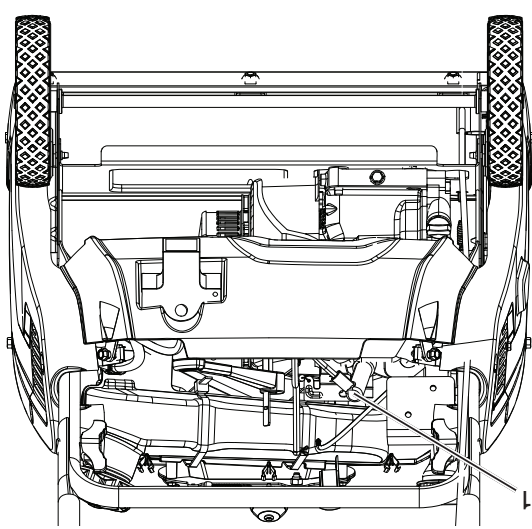

Figure 28
- 8. Déconnecter le fil de la bougie (Figure 28).
- 13. Connecter le fil de la bougie (Figure 28).